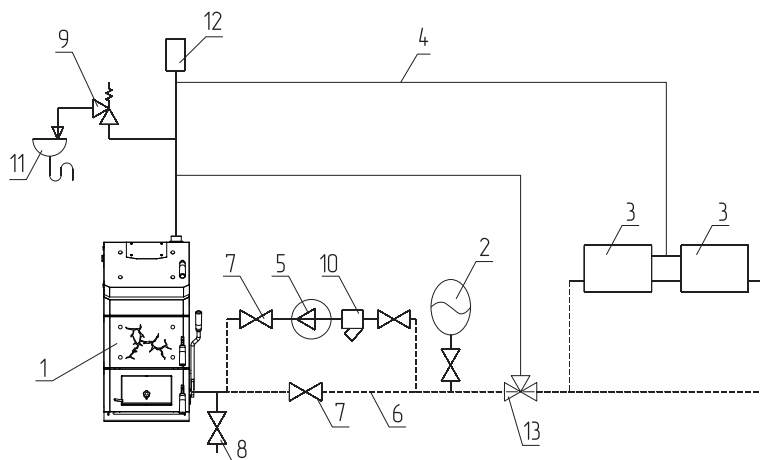
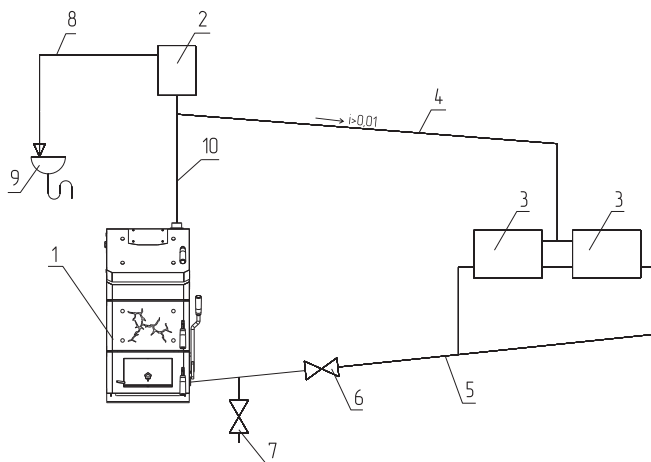

Рис.4 Схема закрытой системы отопления
Рис.5 Схема открытой системы отопления
- Разгонный участок (**Рис.5, поз.10**) должен быть вертикальным и высотой не менее 2 метров;
Типовые схемы монтажа с закрытой и открытой системами отопления представлены на **Рис.4, Рис.5.**